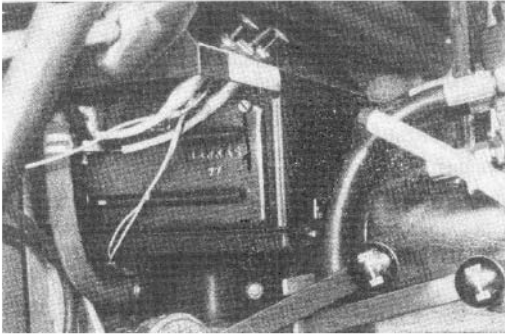
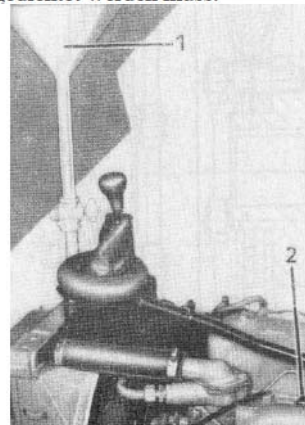

Bild 55. Wärmetauscher
Bild 57a
1. Öffnen der Verschlusschraube am Kühler (Bild 57/1), herausdrehen des Temperaturgebers am Motorblock (Bild 57a/2), öffnen des Heizungshahnes (Bild 40/3) und lösen der Entlüftungsschraube am Wärmetauscher (Bild 55/1).
3. Da beim angekippten Fahrerhaus die Entlüftungsschraube (Bild 55/1) des Wärmetauscher das höher liegt als die Verschlusschraube des Kühlers, ist es erforderlich, eine künstliche Hebung der Flüssigkeitsstandes am Kühler vorzunehmen. Hierzu ist ein Trichter mit Rohr von etwa 50 cm zu verwenden, welches durch ein Absperrventil zu trennen ist. Weiterhin muss an das Rohr ein durchbohrter
Kühlerverschluss angerötet werden. Nach dem Einschrauben ist Trichters in den Kühler kann Kühlflüssigkeit eingefüllt werden (Bild 57a/1).